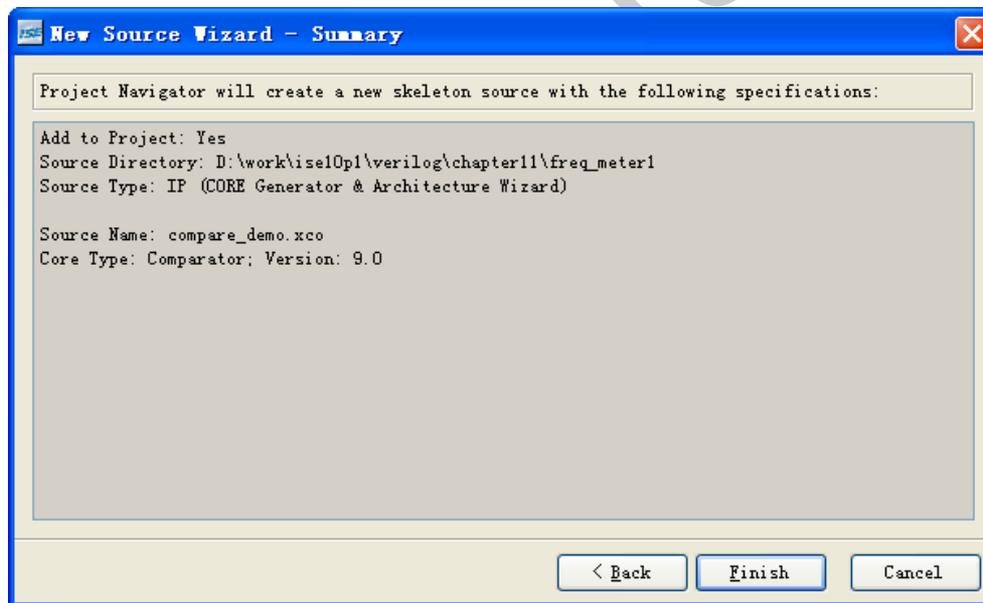

图18 IP核向导小结页面
- 然后单击“Next”按钮进入IP核向导的小结页面，列出了IP核的存储路径以及类型，如图18所示。如果确认无误，可以单击“Finish”按钮，完成IP核的生成向导过程；如果参数有误，可单击“Back”按钮，返回相应页面进行修改。